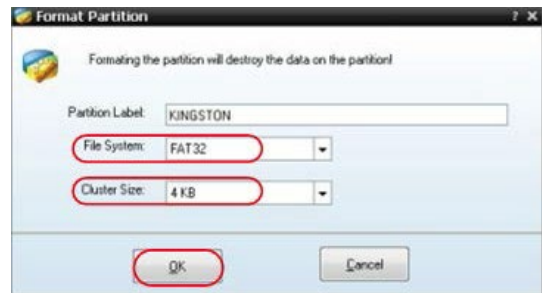

Рисунок 4.8. Установка параметров форматирования
5) В открывшемся диалоговом окне выберите файловую систему FAT32, установите размер единичного блока выделения на значение 4 KB, после чего щелкните по кнопке **OK** (рисунок 4.8).